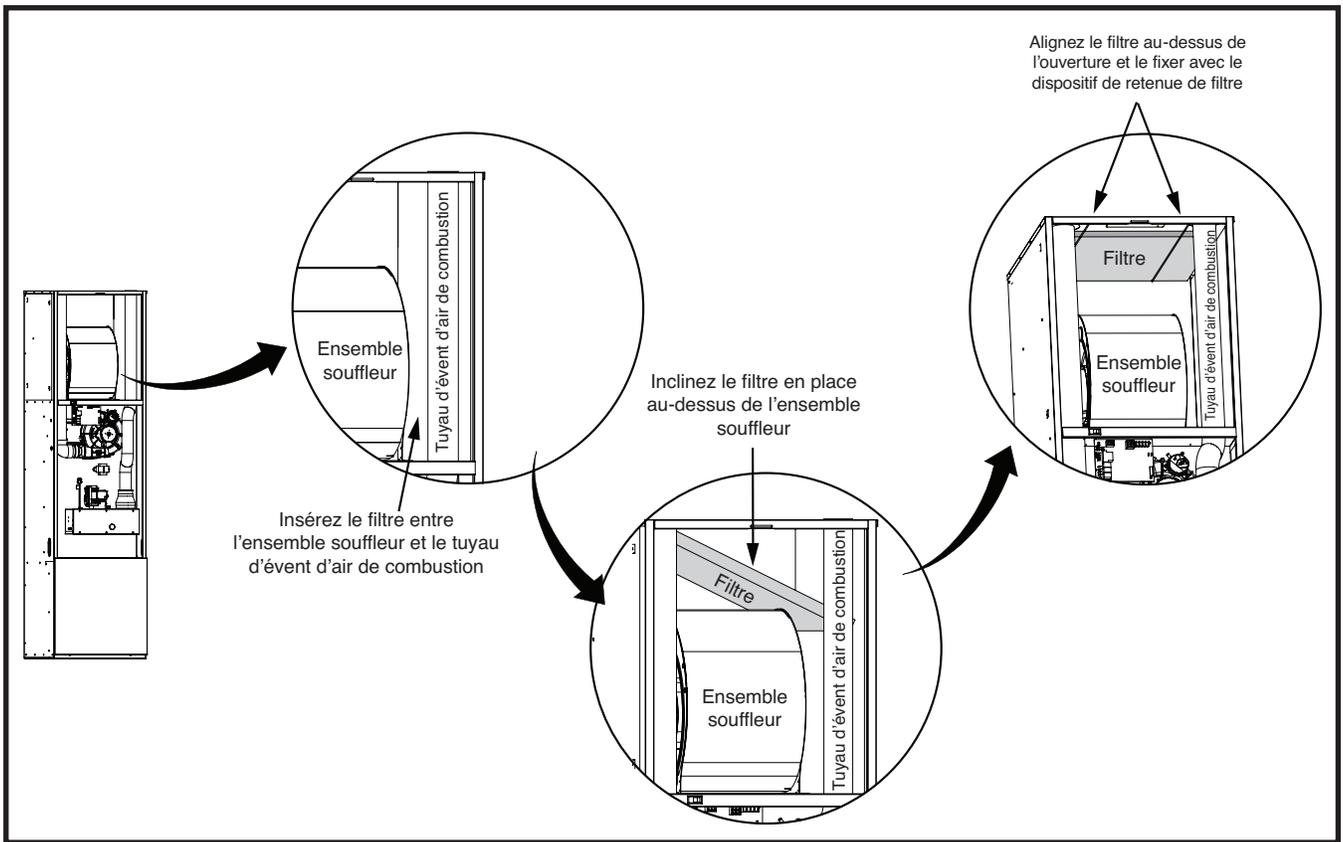

Figure 8. Installation du filtre
1. Glissez le filtre standard de 18 po x 18 po x 1 po dans l'espace entre le tuyau d'air de combustion et l'ensemble souffleur. Voyez la Figure 8 \(page 14\). **REMARQUE** : Assurez-vous que les flèches de circulation d'air du filtre pointent vers l'ensemble souffleur.